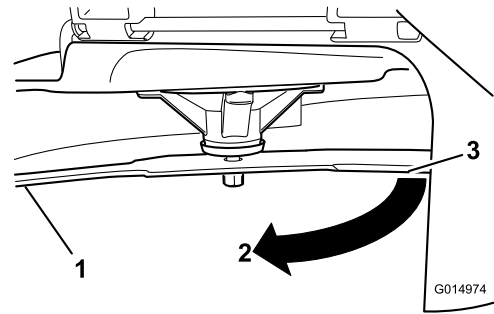

Figure 79
3. Mesurez la distance entre la lame et la surface (A)
4. Tournez la même lame de 180 degrés pour amener le tranchant opposé à la même position (Figure 79).